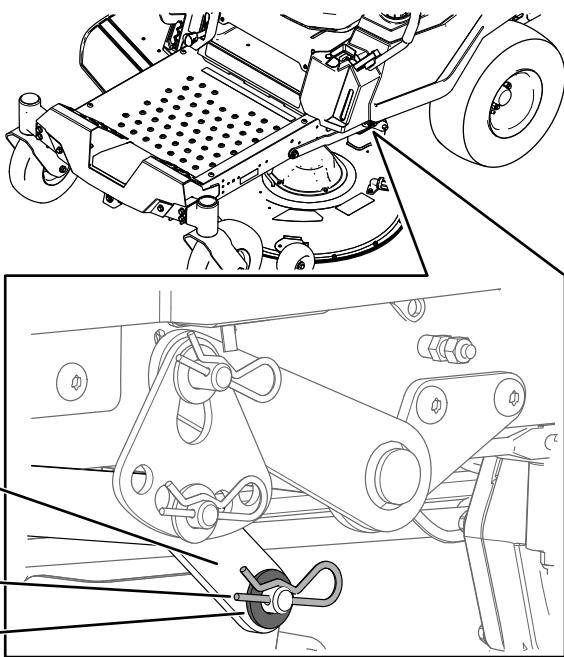

Figura 66
6. En un lado de la máquina, retire la arandela y la chaveta del pasador de la carcasa (Figura 66).
- Retire el brazo de elevación del pasador de la carcasa (Figura 66).
- En un lado de la máquina, levante la parte trasera de la carcasa de corte e instale el brazo de elevación en el pasador de la carcasa (Figura 66).
- Instale el brazo de elevación usando la arandela y la chaveta (Figura 66).